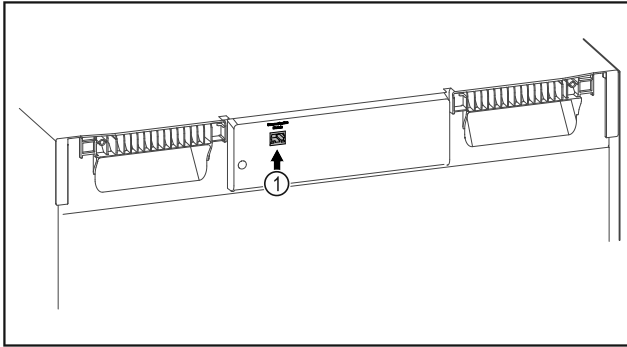

Fig. 82
- SmartModule Fig. 82 (1) установлен.